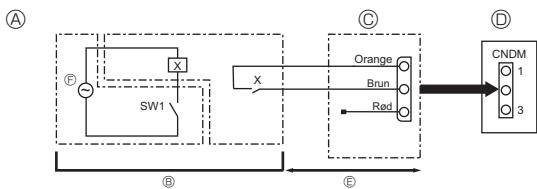

Fig. 9-1
④ Udendørs enheds kontrolpanel
⑤ Maks. 10 m
⑥ Strømforsyning til relæ
9.1. Low noise modus (ændring på stedet) (Fig. 9-1)